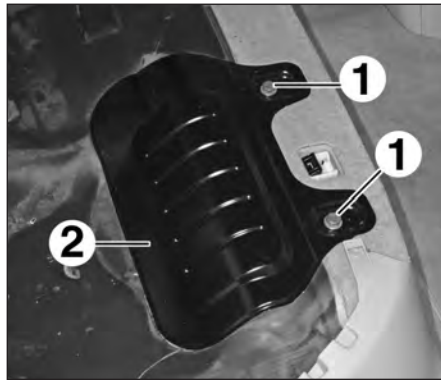

FIG.37
- les vis (1) (Fig.37),
- le cache (2),